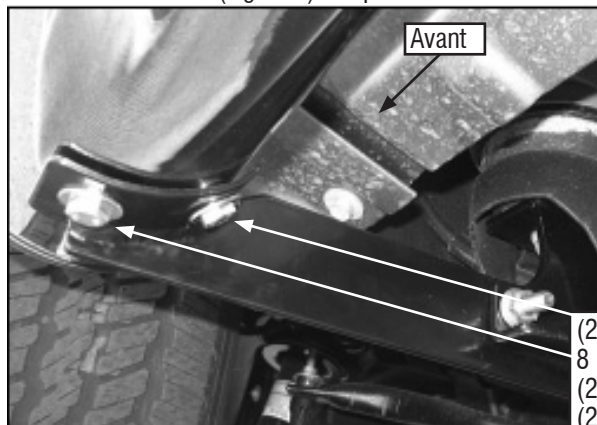

Figure 7
Positionnez avec soin la barre latérale côté conducteur sur les supports de fixation. Fixez la barre latérale aux supports de fixation avec (6) boulons à tête hexagonale de 8 mm x 25 mm, (6) rondelles de blocages de 8 mm et (6) rondelles plates de 8 mm (Figure 7). Ne pas serrer le matériel maintenant